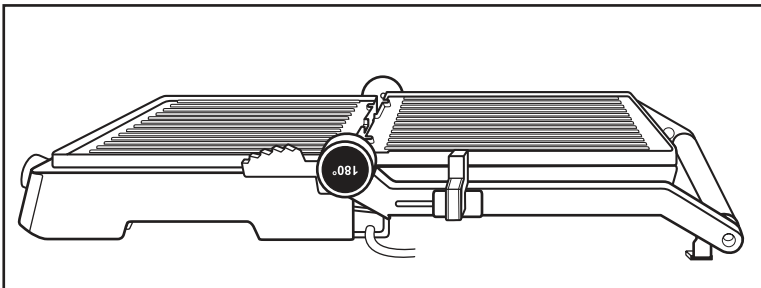

Abb. 2
- 3) Die Heizplatten ❷ liegen nun nebeneinander und können als Tischgrill genutzt werden (Abb. 2).